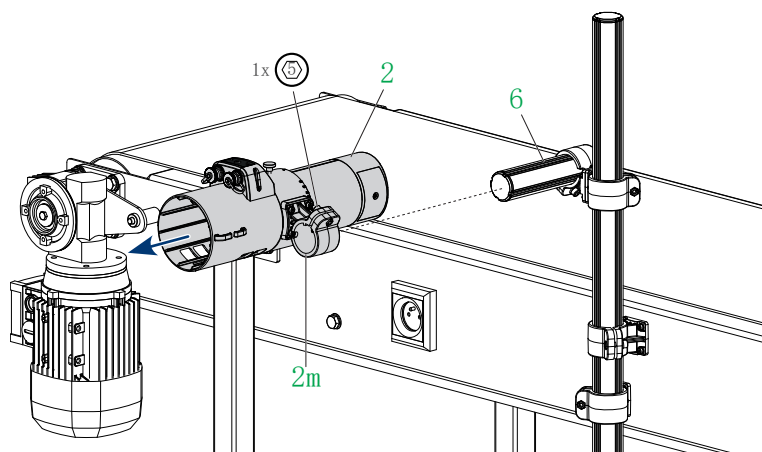

图69.
9. 将备用/翻新的集成喷头2安装到横杆6上（见图69）。用5号内六角扳手拧紧夹具2m上固定夹具和集成喷头横杆6的螺丝。